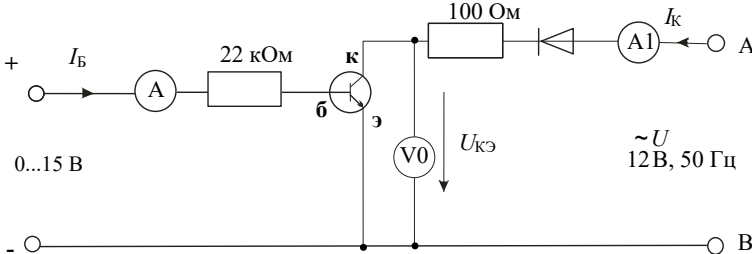

Рисунок 3 – Схема для исследования влияния тока базы на вольтамперную характеристику $n-p-n$ транзистора
1.1. Соберите цепь согласно схеме (рис. 3). В этой цепи в качестве источника синусоидального напряжения используется линейное напряжение трехфазного генератора, а диод включен для исключения обратного напряжения на транзисторе. Приборы А1 и V0 – входы коннектора, служащие для вывода тока I_K и напряжения $U_{КЭ}$ на виртуальный осциллограф. Миллиамперметр А служит для измерения тока базы и может быть как мультиметром, так и виртуальным прибором.